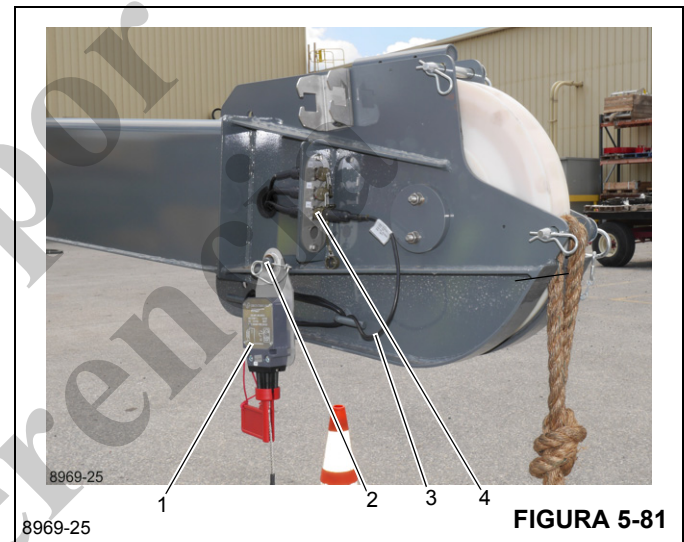

FIGURA 5-81
1. Instale el interruptor de prevención de contacto entre bloques (1, Figura 5-81) en el pasador (2) y asegúrelo con una pinza de retención.
2. Coloque el cable de prevención del contacto entre bloques (3) de modo tal que no se dañe durante el funcionamiento de la grúa, y conecte el interruptor de prevención del contacto entre bloques en el receptáculo (4).
1. Retire el enchufe del receptáculo (4, Figura 5-81).
2. Retire el conjunto de interruptor de prevención del contacto entre bloques (1) del pasador (2).